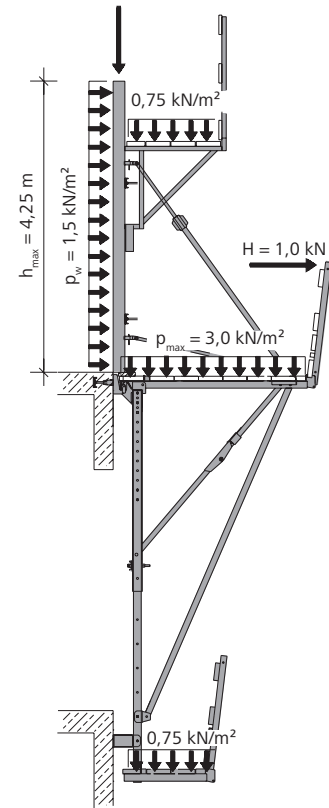

Fig. 22.3
- Plate-forme de travail avec plate-forme suspendue et coffrage étayé sur la plate-forme (Fig. 22.3)